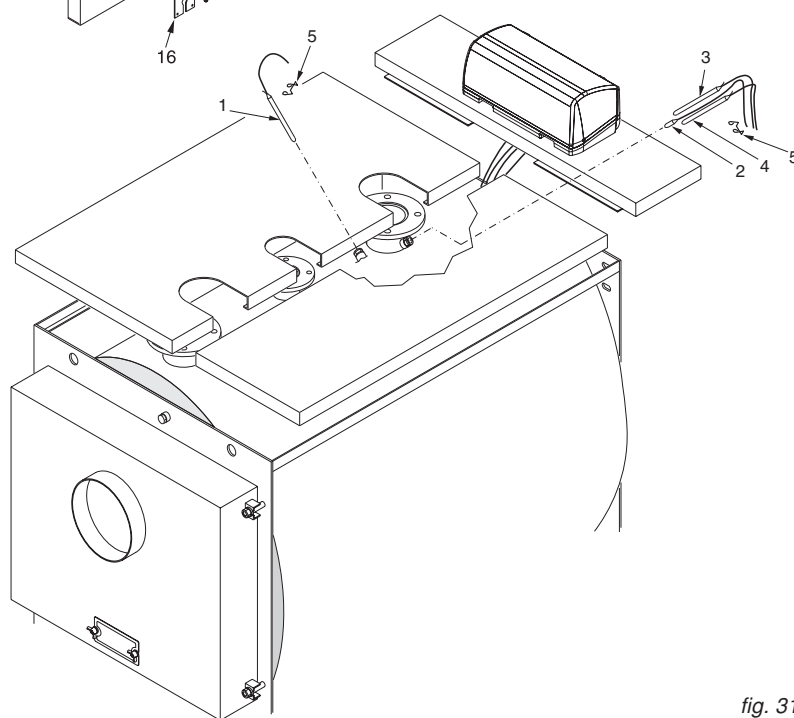

fig. 31
- F) Inserire nelle guaine i bulbi degli strumenti come indicato in fig. 31 ed eseguire il collegamento elettrico del pannello comandi alla linea di alimentazione, al bruciatore ed alle eventuali pompe, etc.